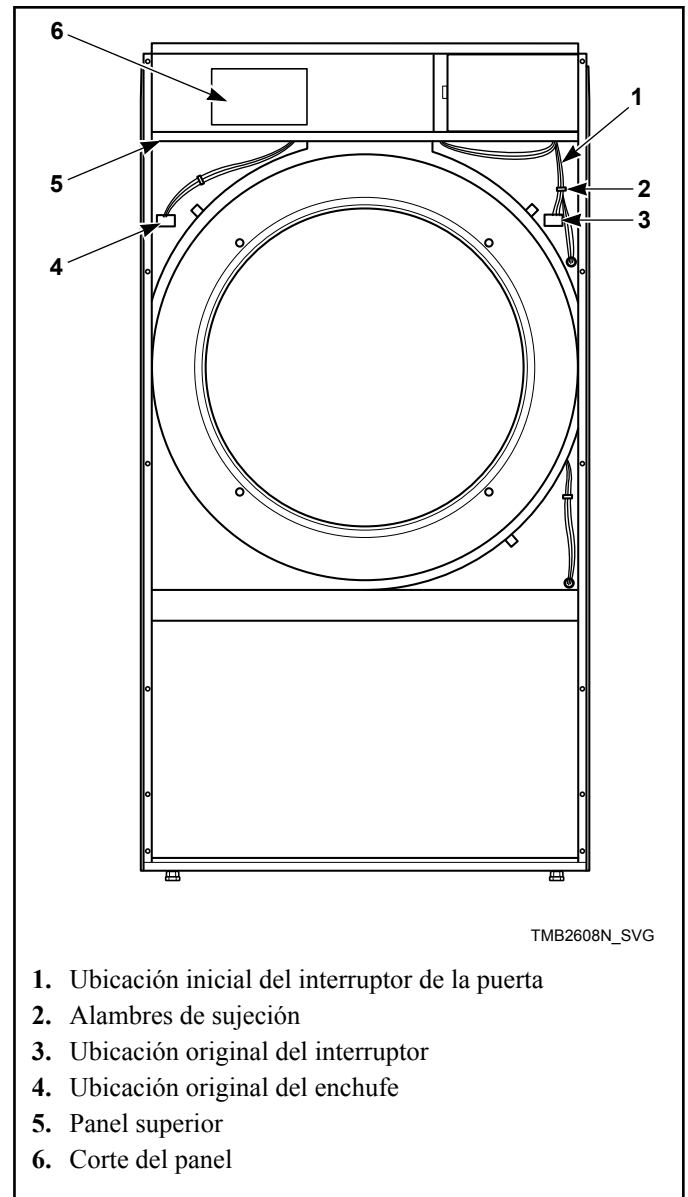

Figura 10
7. Corte los amarres de cable para quitar el conjunto del arnés del interruptor de la puerta. Tenga cuidado de no dañar los cables del arnés. Consulte la *Figura 10*.